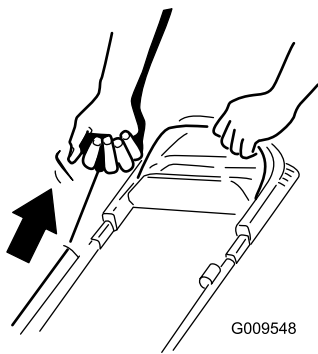

Figura 13
2. Tire suavemente del arrancador de retroceso (Figura 13) hasta que note resistencia, luego tire con fuerza y deje que vuelva lentamente a la guía de cuerda del manillar.